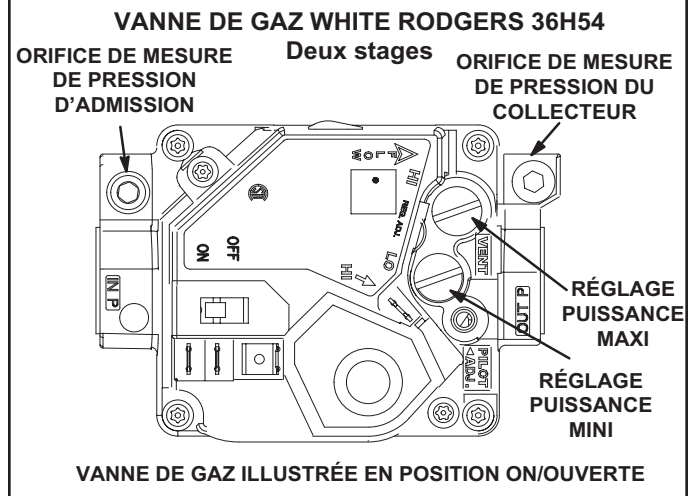
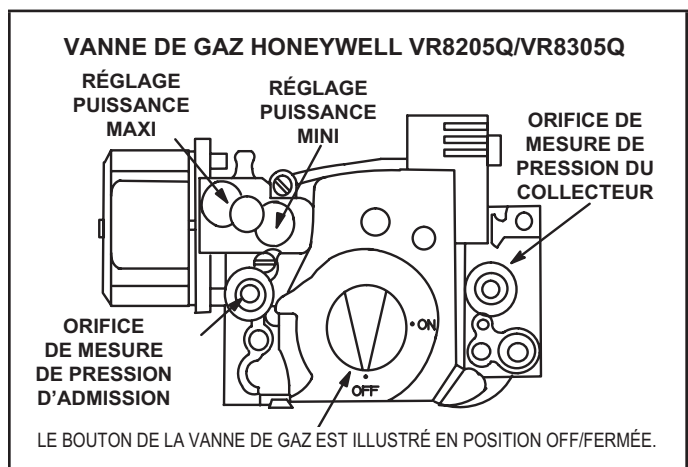

FIGURE 31
FIGURE 32
Fonctionnement de la vanne de gaz pour Honeywell VR8205Q/VR8305Q et White Rodgers 36H54 (FIGURE 31 et FIGURE 32).
- 6 - Mettre l'interrupteur de la vanne de gaz sur **OFF/FERMÉE**. Voir FIGURE 31. Sur les vannes de gaz Honeywell VR8305Q, tourner le bouton dans le sens des aiguilles d'une montre jusqu'en position **OFF/FERMÉE**. Ne pas forcer. Voir FIGURE 32.
- 7 - Attendre cinq (5) minutes pour s'assurer que tout le gaz a eu le temps de se dissiper. En cas d'odeur de gaz, **ARRÊTER!** Appeler immédiatement le fournisseur de gaz depuis un voisin et se conformer à ses instructions. S'il n'y a pas d'odeur de gaz, passer au point suivant.
- 8 - Mettre l'interrupteur de la vanne de gaz sur **ON/OUVERTE**. Voir FIGURE 31. Sur les vannes de gaz Honeywell VR8305Q, tourner le bouton dans le sens inverse des aiguilles d'une montre jusqu'en position **ON/OUVERTE**. Ne pas forcer. Voir FIGURE 32.